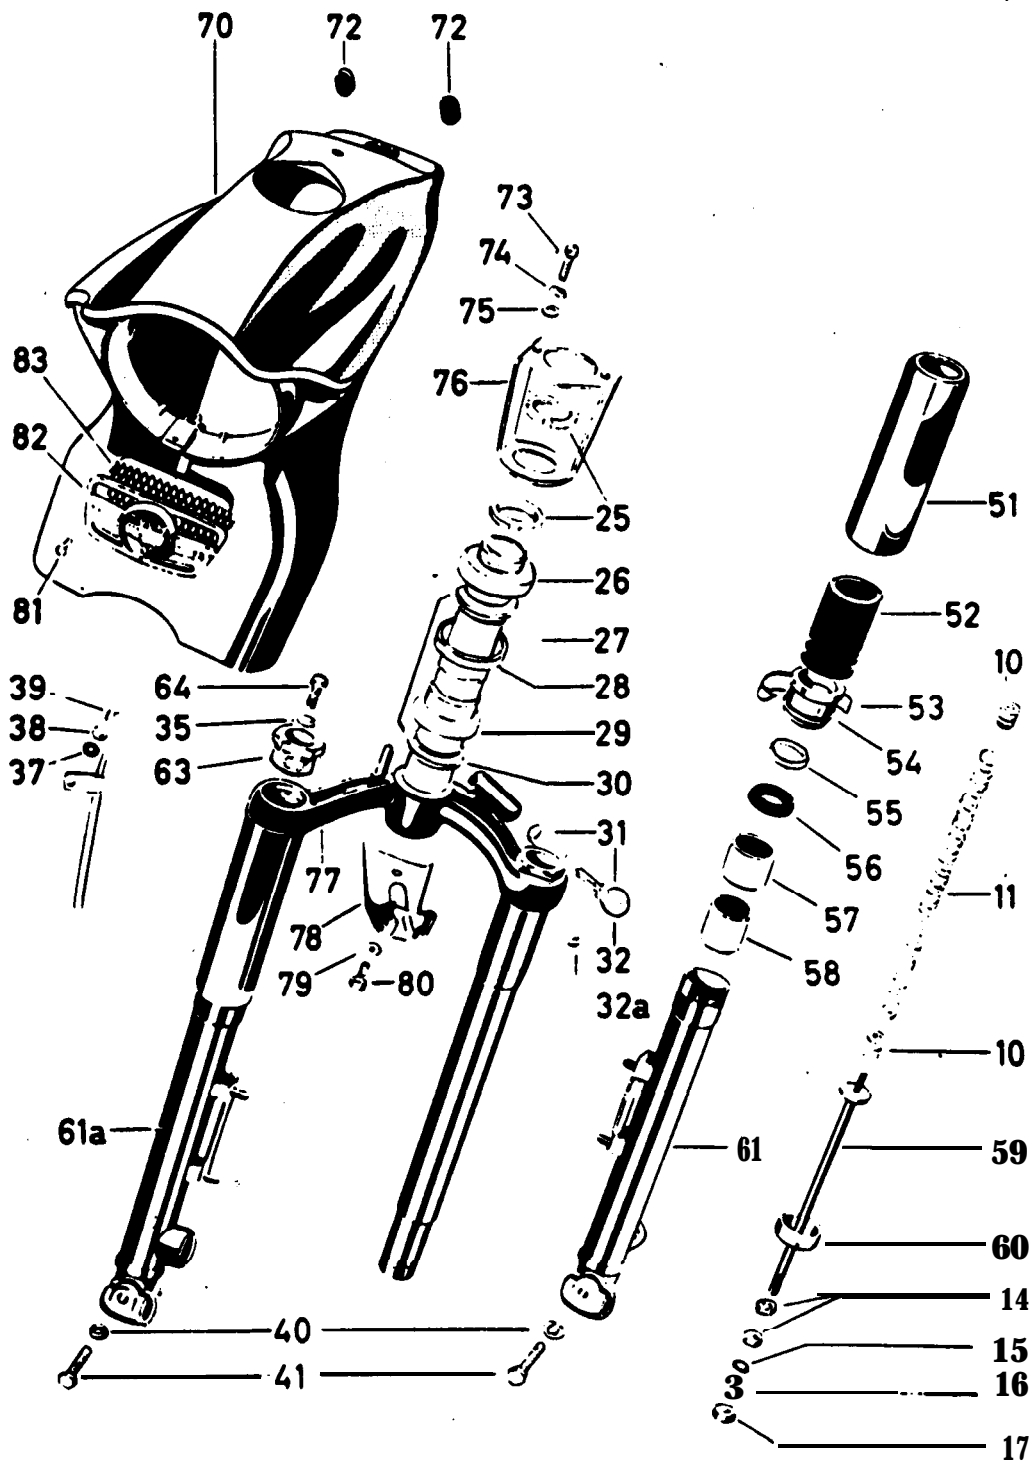

Fig. 42. Demontage voorvork
- 2 Koplampbody (fig. 42/70) losmaken door de twee bouten boven op de body (fig. 42/73) en de twee schroeven onderaan van achteren (fig. 42/39) los te draaien.
De diverse kabels door de tules (fig. 42/72) voeren.
Sierdeksel voor de bel (fig. 42/82-83) verwijderen en belschaal afschroeven. Bel losmaken door twee boutjes onderaan het kroonstuk (fig. 42/80) los te draaien en de bel verwijderen.
- 7 Balhoofdcontramoer (fig. 42/25 boven) losdraaien en deze met de bevestigingsbeugel (fig. 42/76) verwijderen.
- 10 Balhoofdmoer (fig. 42/25). onder) losdraaien en voorvork uit het frame nemen. Als geen kogels voor het balhoofd in voorraad zijn, dan oppassen dat er geen kogels verloren gaan, daar deze een speciale maat hebben, n.l. 5 mm. (fig. 42/27)
De montage volgt in omgekeerde volgorde van demontage. Wanneer beschadigde delen van de balhoofdagering vervangen moeten worden, dan, tevens nieuwe kogels monteren, aan elke zijde 21 stuks. De balhoofdcups (fig. 42/28 en 29) tot aan de borst in de buitenbalhoofdbuis persen. Opletten dat beide cups evenwijdig staan. Ook de conus (fig. 42/30) op het kroonstuk moet goed vlak aanliggen.
- 1 Hiervoor heeft de voorvork niet geheel gedemonteerd te worden. Wel moet de koplampbody losgemaakt worden. Hiertoe stuur omhoog halen (zo hoog mogelijk). Bevestigingsschroeven van de koplampbody losmaken. Belschaal afschroeven. Dan de body omhoogtillen en zo verdraaien dat de bovenste dopmoer (fig. 42/63) van het been waaraan gewerkt moet worden, geheel vrijkomt.
- 4 Moer onderin de onderste glijdbuis (fig. 42/17) losdraaien en deze buis omlaag trekken. Er vallen dan gelijk een stalen en een fiberring (fig. 42/16,15) uit de buis, die dus onder de moer hebben gelegen. De olie loopt dan uit de vork, dus van tevoren lekbakje plaatsen.
- 5 Viltstrookje (fig. 42/53) van de dopmoer (fig. 42/54) nemen. Steekas in de buis plaatsen, daar waar hij normaal ook zit en met een steeksleutel SW36 de dopmoer losdraaien. Het meedraaien van de buis is te voorkomen door de steekas vast te houden. De glijdbuis (fig. 42/61) is nu te verwijderen.
- 6 Boven op het been de bout (fig. 43/64 uit de veerhouder (fig. 42/10) draaien. Let op de sluitring (fig. 42/ 35).
- 7 Dopmoer (fig. 42/60) met steeksleutel SW23 losdraaien en deze met de veer (fig. 42/11), de veerhouders (fig. 42/10), de lange bout (fig. 42/59) en de twee moeren (fig. 42/14) verwijderen. Deze delen moeten dus als een geheel uit de binnenbuis komen. Is een van de veerhouders uit de veer gedraaid, dan de veer van boven bij de eerste gang iets dichtknijpen, waardoor de veerhouder beter door de veer wordt vastgehouden.
- 8 Glijdbussen (fig. 42/57 en 58) van de vork nemen, evenals de dopmoer (fig. 42/54).
- 9 Buitenbuis (fig. 42/51) met de daar ingeklemde rubberbuffer (fig. 42/52) indien nodig van de binnenpijp nemen. Dit gaat vrij moeilijk. Het beste is om met een stukje kopshout en een hamer deze bus er af te kloppen.
- 10 Dopmoer (fig. 42/63) met steeksleutel SW27 losdraaien en verwijderen.
- 1** Sierbus met rubber (fig. 42/51 en 52) monteren. Eerst binnenpijp oliën, dit vergemakkelijkt de montage. Dopmoer (fig. 42/54) op de onderbuis (fig. 42/61) schroeven tot het eind van de draad. Dan dit geheel over de binnenpijp aanbrengen tot hij tegen de rubberbuffer (fig. 42/52) stuit. Nu met een rubber hamer onder tegen de onderbuis slaan, waardoor sierbus en rubberbuffer op hun plaats komen. Dopmoer weer van onderbuis schroeven.
- 2** De dopmoer (fig. 42/54) is van binnen voorzien van een viltring (fig. 42/55) en een oliekeerring (fig. 42/56). Deze op beschadiging en passing controleren en zonodig vernieuwen. Dopmoer op de binnenpijp aanbrengen.
- 3** Fiber glijdbussen (fig. 42/57 en 58) op speling en beschadiging controleren en zonodig door nieuwe vervangen. Bussen op hun plaats aanbrengen, grote boven (met afgeronde kant omlaag) en kleine onder.
- 4** Veersamenstelling in het been schuiven en de dopmoer (fig. 42/60) goed vastzetten. Controleren of de moertjes (fig. 42/14) tot het einde van de draad zijn opgeschroefd en goed tegen elkaar in zijn aangedraaid.
- 5** Onderbuis (fig. 42/61) aanbrengen en dopmoer (fig. 42, 54) weer goed vastdraaien zoals bij de demontage omschreven is. Viltstrip (fig. 42/53) aanbrengen en het geheel omhoog schuiven.
- 6** Eerst het einde van de bout (fig. 42/59) door het gaatje onder in de onderbuis steken. Achtereenvolgens de fiberring (fig. 42/15) stalen ring (fig. 42/16) en de moer (fig. 42/17) aanbrengen en de moer goed vastzetten. De fiberring altijd vervangen om olie lekkage te voorkomen.
- 7** Onderbuis nu zover omlaag trekken dat de viltstrip (fig. 42/53) net bij de sierbus (fig. 42/51) zichtbaar is. Dan 40cc olie per voorbuis in de voorvork gieten ; hiervoor dezelfde olie gebruiken als voor de versnellingsbak is voorgeschreven.
- 8** Onderbuis nu weer voorzichtig omhoog schuiven (niet ineens, anders komt de olie weer naar buiten) tot de veer iets boven het kroonstuk uitsteekt. Nu eerst de bout (fig. 42/64) met de ring (fig. 42/35) door de dopmoer (fig. 42/63) steken en enige gangen in de veerhouder (fig. 42/10) schroeven. Nu eerst de dopmoer (fig. 42/63) goed vastzetten en dan de bout vastdraaien.